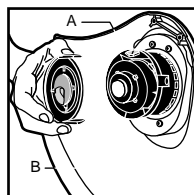

Fig. 4
2. Sostenga el porta carrete (vea Fig. 4-A) firmemente, y retire la cubierta (vea Fig. 4-B) oprimiendo los botones laterales.